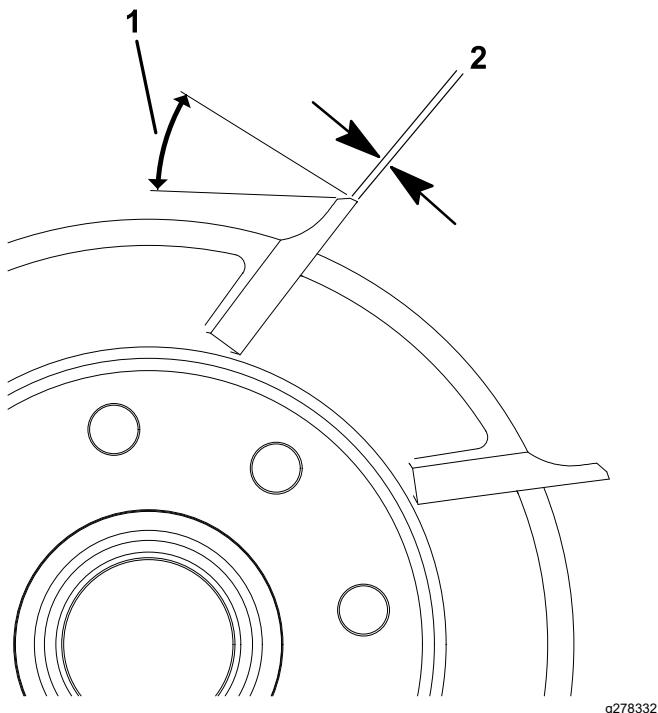

Figure 23
1. Créez un angle de dépouille de 30° sur toutes les lames du cylindre jusqu'à obtention d'une facette de 0,8 mm de largeur (Figure 23).